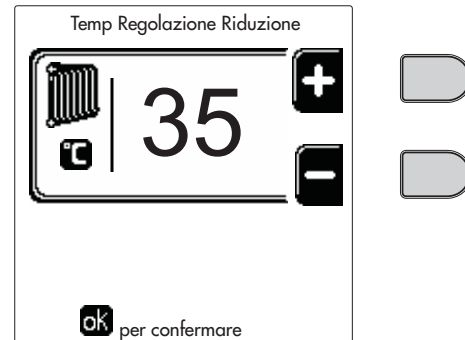

fig. 14
- **⚡**. In caso di richiesta Riscaldamento/Sanitario, la caldaia lavora alla Temperatura di Regolazione Ridotta. La temperatura Ridotta si ottiene sottraendo il valore della Temperatura Regolazione Riduzione (fig. 14/fig. 16) alla Temperatura di Regolazione Riscaldamento/Sanitario (fig. 13/fig. 15) impostata.